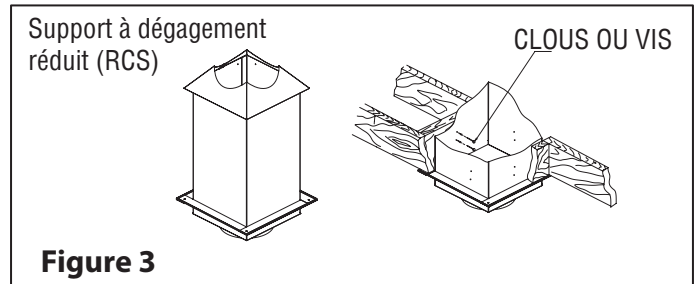

Figure 3
Étape 3 : Par en dessous, poussez le support (RCS) dans l'ouverture percée au préalable. Assurez le niveau du support, clouez le support à l'ouverture encadrée à l'aide de (12) clous torsadés - 3 po ou de vis à bois no 8 x 1 1/2 po (voir Figure 3). Il faut qu'au moins 3 1/2 po du support se prolonge sous le plafond. Fixez la garniture de finition (inclus) au plafond.